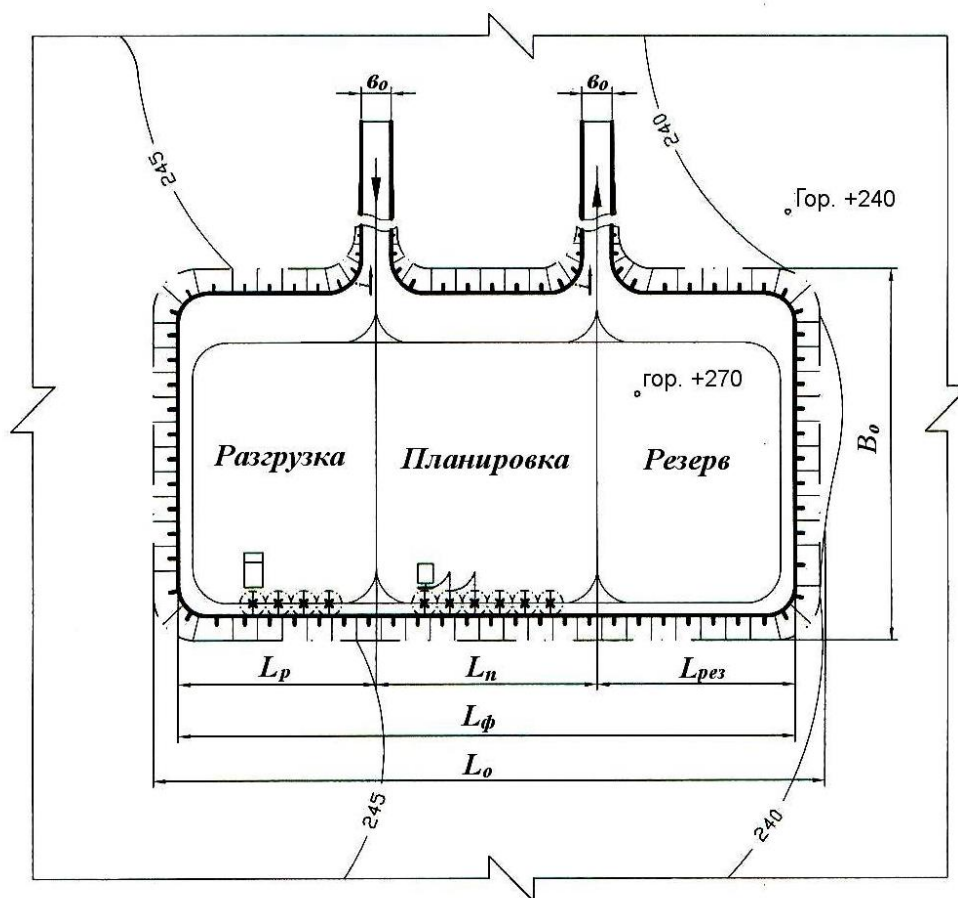

Рис. 9.1. План бульдозерного отвала
9.2.3. На миллиметровой бумаге вычертить план бульдозерного отвала с выделением рабочих участков, участков, находящихся в планировке, и резервных участков (см. рис. 9.1).